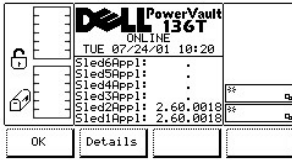

图 123. 关于 > 详细说明对话框（次屏）
- 1 如果按下**详细说明**软键下方的按钮，则显示下一个对话框。请参见图 123。